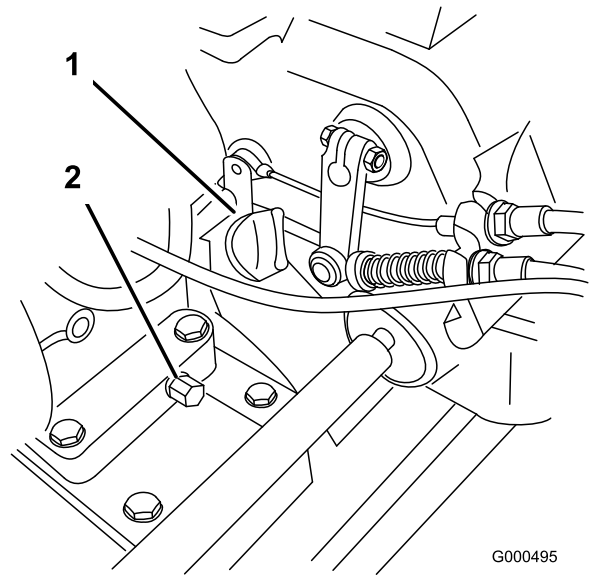

Figura 26
1. Retire las ruedas de transporte (si están instaladas), coloque el cortacésped de manera que el motor esté nivelado y limpie alrededor del indicador del nivel de aceite (Figura 26).
2. Coloque un recipiente debajo del tapón de vaciado, en la parte trasera de la máquina (Figura 26). Retire el tapón de vaciado.